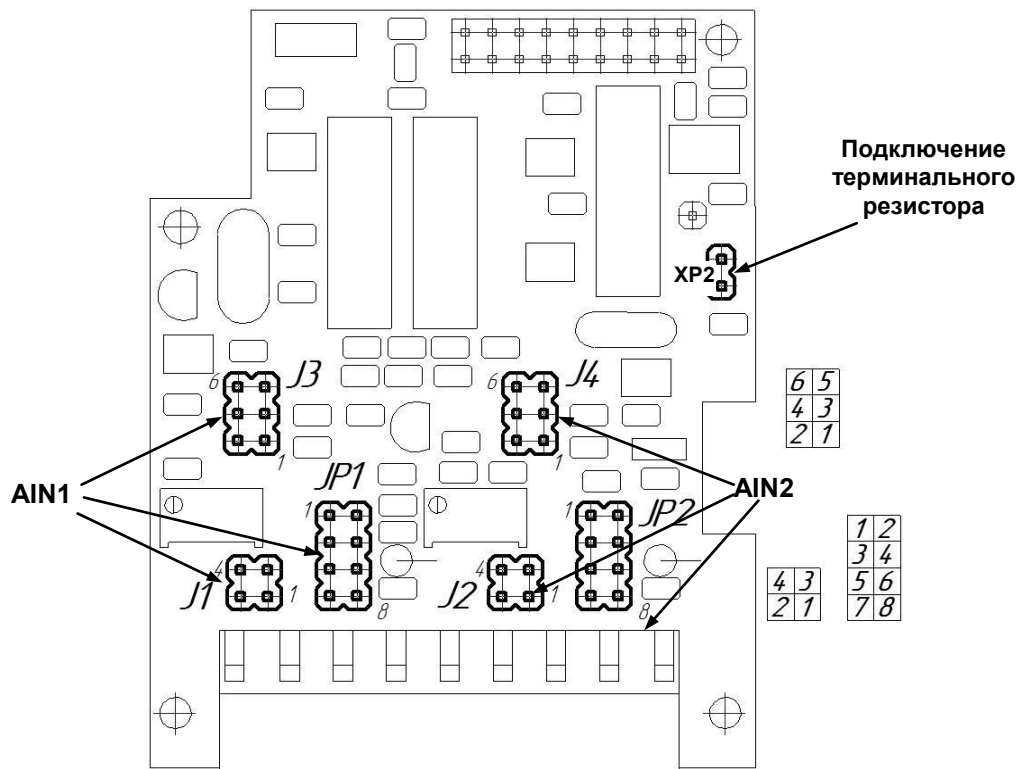

Рисунок 4.7 – Положение перемычек на плате входов
- установить положение переключателей на модуле универсальных входов в положение согласно выбранному типу входного сигнала (таблица 4.3, рисунок 4.7).